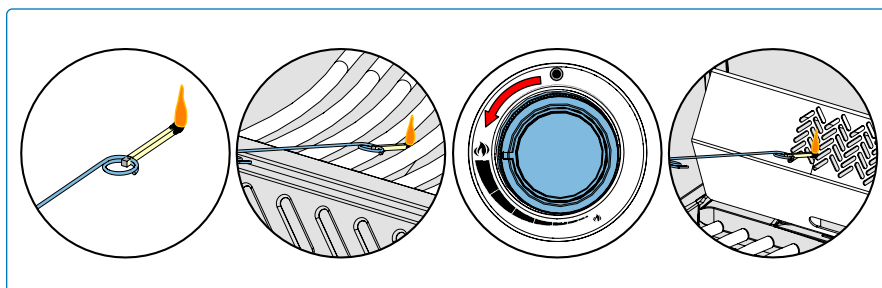

Fig. 8
3. Tout en tournant le bouton du brûleur correspondant à la position haute. (**Fig. 8**).